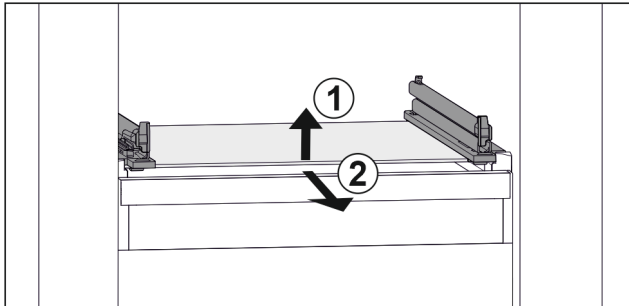

Fig. 36 Beispielhafte Darstellung der Glasplatte
- ▶ Glasplatte vorne anheben. Fig. 36 (1)
- ▶ Glasplatte nach vorne entnehmen. Fig. 36 (2)